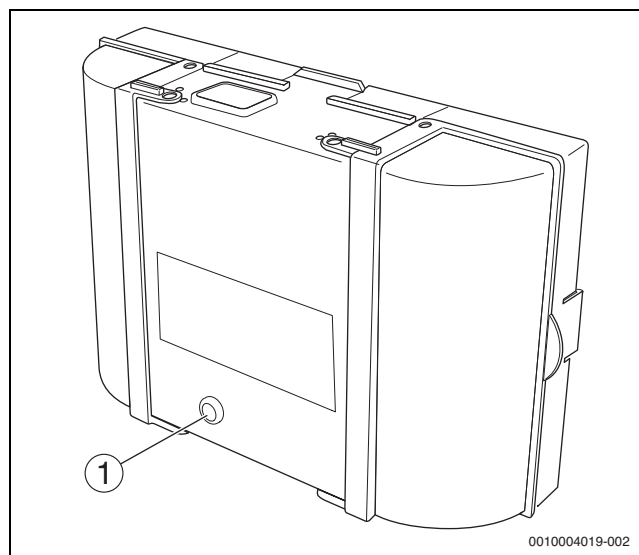

Рис. 11 Сброс неисправностей на автомате горения
► Кнопка reset (→ рис. 11, [1])